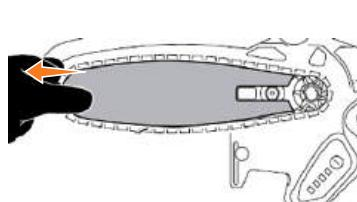
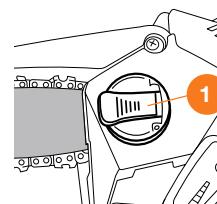

Рис. 4
Рис. 5
- Осуществите натяжку цепи, потянув за пильную шину (Рис. 4) и зафиксируйте натяжение, закрутив с усилием гайку-барашек 1 (Рис. 5).